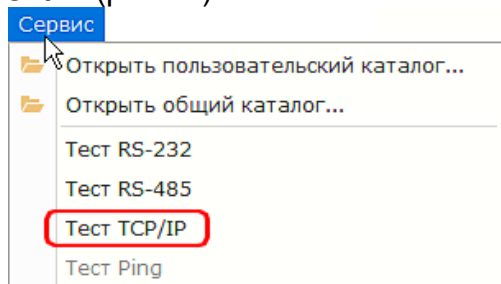

Рис.24. Вид меню «Сервис».
9. На диспетчерском компьютере запустить программу «Взлет СП. Настройка АССВ-030, АСЕВ-040» и из меню **Сервис** выполнить команду **Тест TCP/IP** (рис.24).